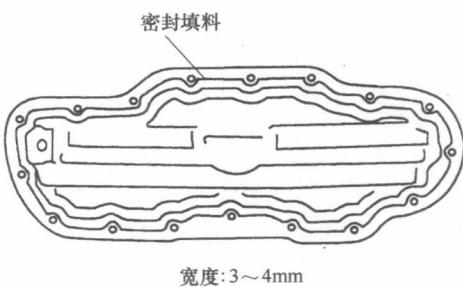

图 1-24 在 2 号机油盘上滴密封填料
(14) 安装 2 号机油盘。
① 除去旧密封填料。
② 如图 1-24 所示，连续不断地滴密封填料。